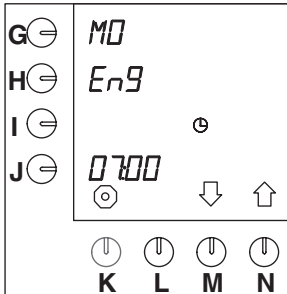

Abb. 30 Einstellen der Sprache
- Nach 10 Sekunden erscheint neben der Programmier taste blinkend die Standardeinstellung "EnG" (Abb. 30).